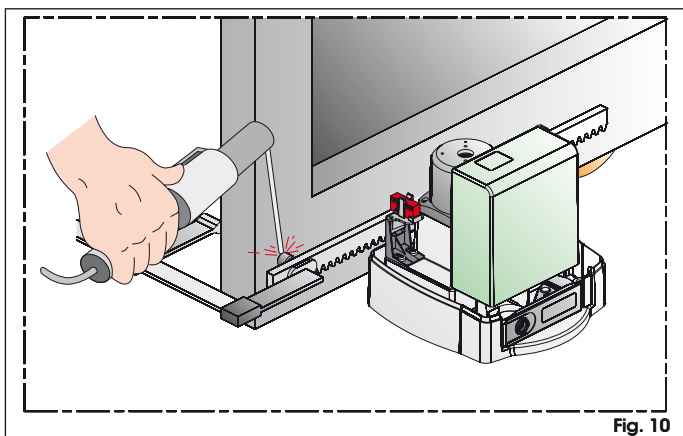

Fig. 10
4. Poser sur le pignon le premier élément de la crémaillère au niveau de la première entretoise (fig. 10).
5. Fixer l'élément de la crémaillère au vantail avec un étau (fig. 10).
10. Souder les trois entretoises de l'élément (fig. 10).